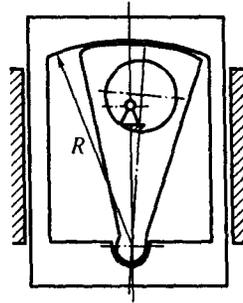

图 1-27
6. 试画出图 1-27 所示机构的运动简图, 并计算其自由度。